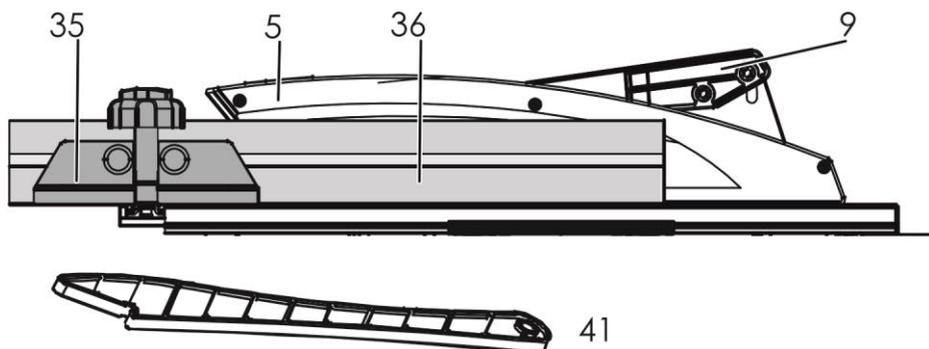

Рис.10. Вид с правого торца.
Всегда при работе с узкими заготовками, для подачи заготовки используйте толкатель (41) (рис.10).
- Ослабьте зажимные винты (30), передвиньте параллельный упор вперёд, до середины рабочего стола, затяните зажимные винты;
- Ослабьте фиксатор (32), передвиньте параллельный упор, влево либо вправо, исходя из необходимой ширины распила. Ширина распила устанавливается согласно шкалы рабочего стола;
- Положите, выбранную для пробного распила, заготовку на рабочий стол перед защитным кожухом (5) (рис.10);
- Включите пилу, нажатием кнопки (2);
- С помощью толкателя (41), входящего в комплект, подайте заготовку вперёд по направлению к пильному диску, защитный кожух откроется сам, при подаче заготовки;
- При производстве распила всегда доводите заготовку до конца распорного клина (9) (рис.10);